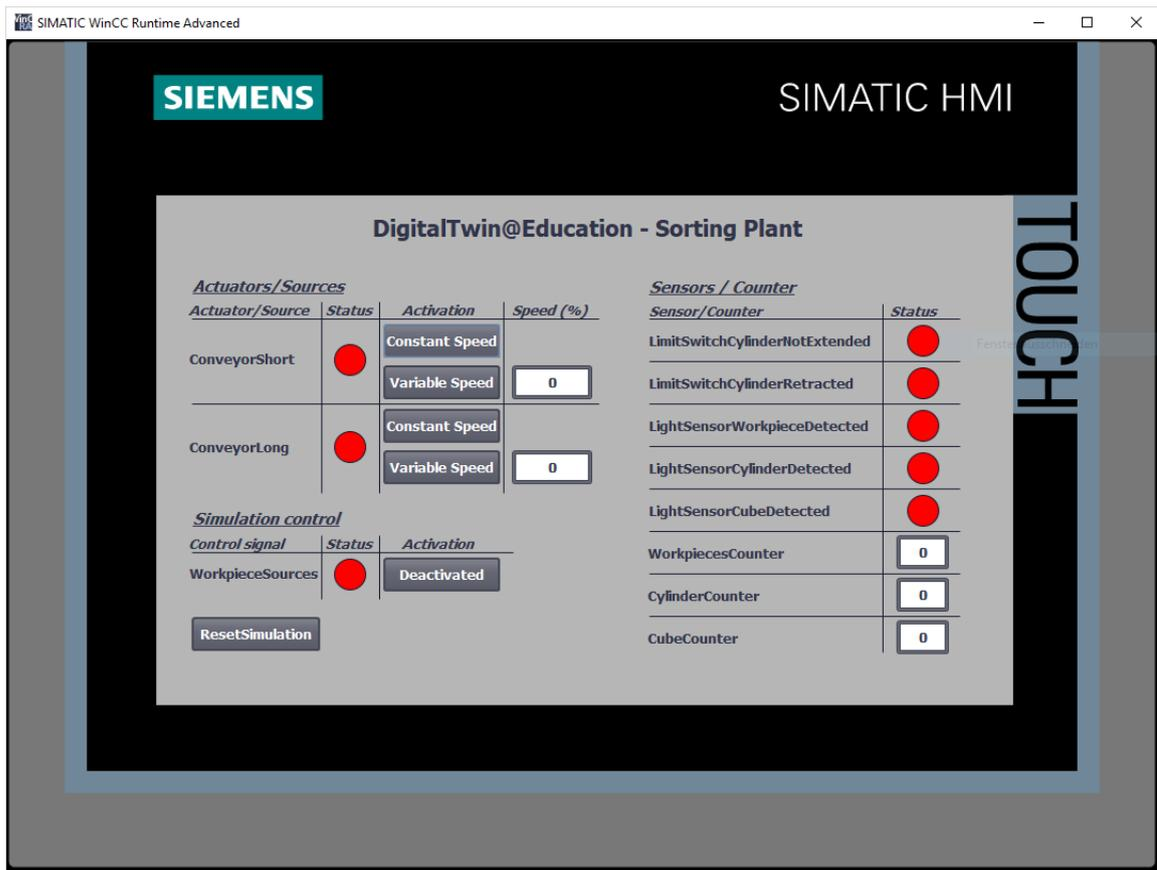

图 15: WinCC Runtime Advanced 中模型控制系统的仿真 HMI
- 接下来应该首先检查输入/输出域是否获得了启动值，在当前情况下值为“0”（请查看比较图 15）。如果字段未初始化（如表达式“#####”），则代表连接组态错误。此时应重新检查 CPU1516F 和 HMI\_TP700 的硬件配置和连接。如有疑问请再次查看第 2 章所列出的文档。